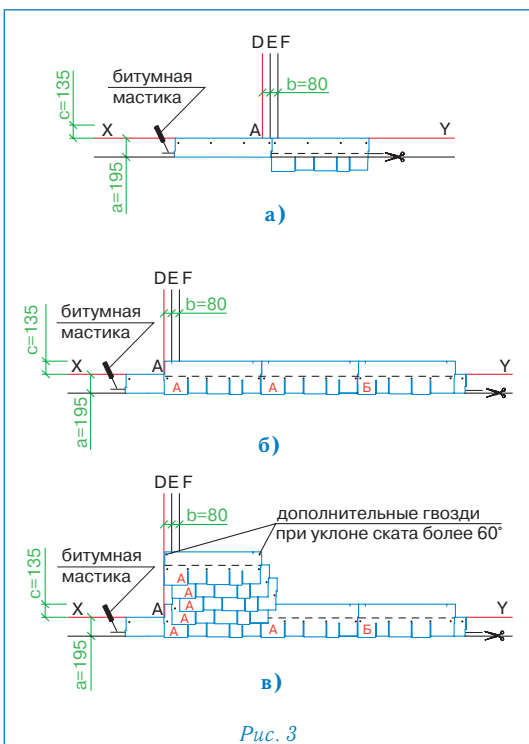

Рис. 3
Укладка материала (рис. 3)
- Начальный ряд формируется из листов черепицы ЗОДЧИЙ с обрезанными лепестками. Полученные таким образом полосы шириной 19,5 см укладываются по линии карниза в обе стороны от линии E (рис. 3а) и фиксируются по нижнему краю битумной мастикой, а по верхней кромке 4 гвоздями (ось гвоздей на 5 см ниже верхнего края полосы);
- далее первый ряд черепицы укладывается от линии AD в следующей последовательности: тип А, тип А, тип Б (рис. 3б);
- второй ряд черепицы укладывается от линии E (со смещением 8,0 см от AD) (рис. 3в);
Каждый лист гибкой черепицы ЗОДЧИЙ крепится 5 гвоздями таким образом, чтобы гвоздь прошивал и верхний край низлежащего листа черепицы (рис. 3б). При укладке материала на скатах с уклоном более 60° лист должен крепиться 7 гвоздями (2 дополнительных гвоздя фиксируют верхние углы листа на расстоянии от краев 2,5 см).